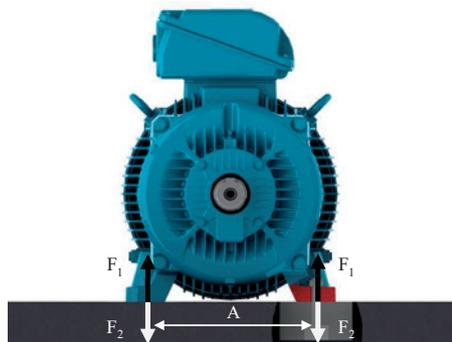

Рисунок 6.2 - Двигатель на бетонном фундаменте
Нагрузка на фундамент может быть рассчитана с помощью следующих уравнений (см. Рисунок 6.2):
- Бетонные фундаменты: наиболее распространены для электромоторов больших размеров (см. Рисунок 6.2);